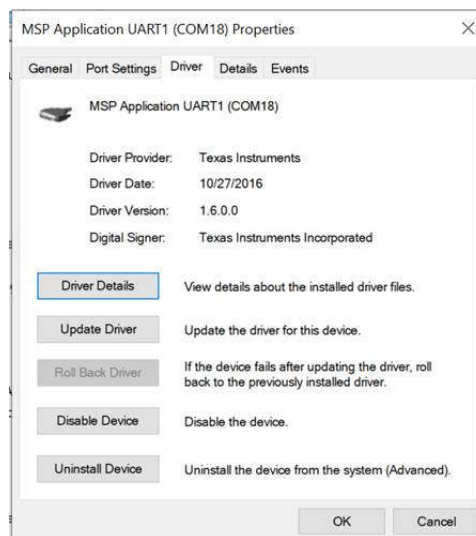

图 3-2. MSP 应用程序 UART 驱动程序属性
成功安装后还会显示驱动程序发布者为德州仪器 (TI)，如 图 3-2 所示：